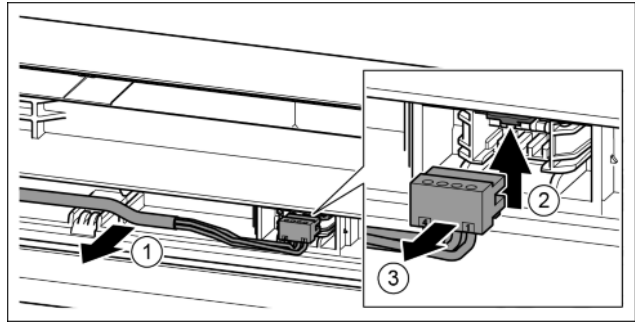

Fig. 22
- ▶ Grijs kabel voorzichtig uit de geleiding in de deur losmaken. *Fig. 22 (1)*
- ▶ Las naar boven duwen. *Fig. 22 (2)*
- ▶ Stekker voorzichtig eruit trekken. *Fig. 22 (3)*